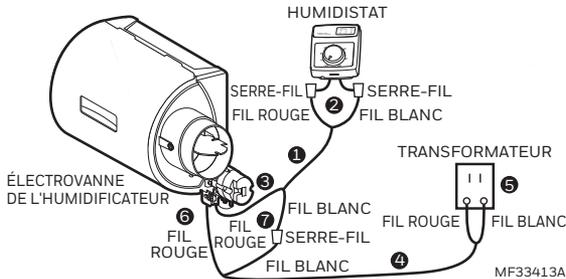

Fig. 16. Câblage des commandes et du HE240.
7. Brancher les fils basse tension aux fils et replacer le boîtier du H8908. Voir la Fig. 16.
Câbler l'électrovanne de l'humidificateur, l'humidistat et le transformateur. Voir la Fig. 16.